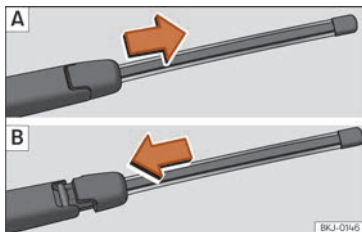

Abb. 84 Heckwischerblatt abnehmen und einsetzen.
- » » » **Abb. 84 A** ab.
- » » » **Abb. 84 B** gezeigt und schieben Sie den Adapter, bis er einrastet.